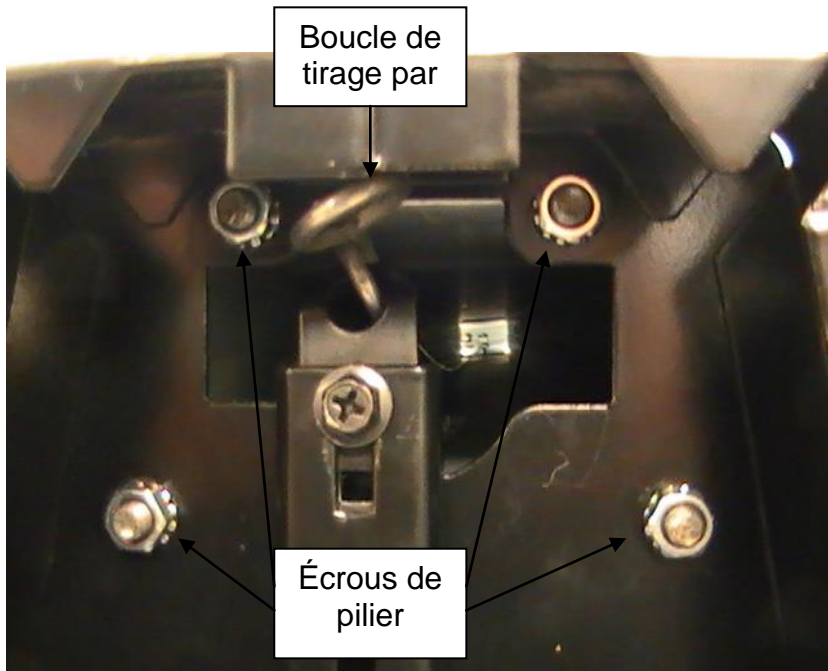

Figure 4
3. Repérez la tige d'acier à la base du pilier (voir les figures 4, 5 et 6 aux pages 8 et 9).
6. Inclinez la plateforme de la balance à un angle, reposez le sommet du pilier sur tout support pratique. En utilisant la clé fournie, fixez le pilier à la plateforme de la balance avec les quatre écrous (voir les figures 4 et 5 aux pages 8 et 9).
7. Tirez la tige d'acier vers la base de la plateforme de la balance en saisissant la boucle de tirage par doigt sur l'extrémité de la tige d'acier (voir les figures 4, 5 et 6 aux pages 8 et 9).
8. Poussez l'extension de levier vers le pilier avec votre main (voir les figures 4, 5 et 6 aux pages 8 et 9).